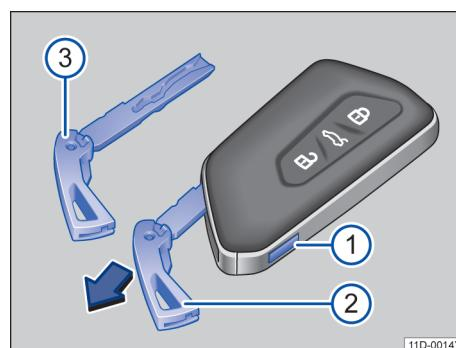

图 48 汽车钥匙：解锁应急钥匙
- ① 短促按压解锁按钮。向上翻起钥匙头。
- ② 按压解锁按钮，沿箭头方向拉出应急钥匙。
- ③ 应急钥匙。
在汽车钥匙中有一把用于手动解锁和锁止车辆的应急钥匙→图 48③→第 54 页。